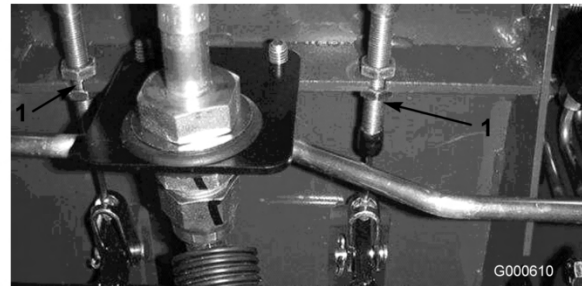

Figura 54
- A. Desaperte a porca dianteira na extremidade roscada do cabo do travão (Figura 54).